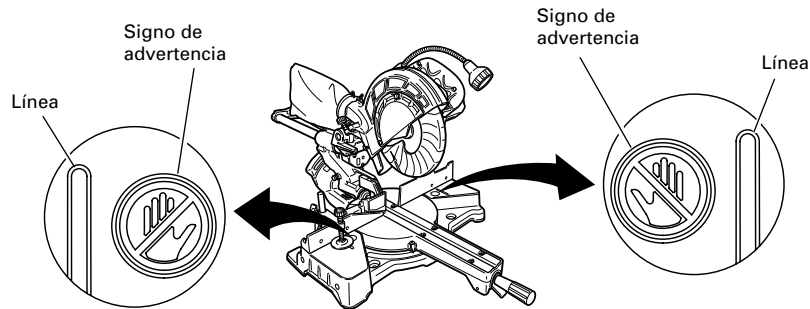

Fig. 22
* No coloque nunca sus miembros dentro de la línea cerca del signo de advertencia mientras está utilizando la herramienta. Esto podría resultar peligroso (consulte la Fig. 22).